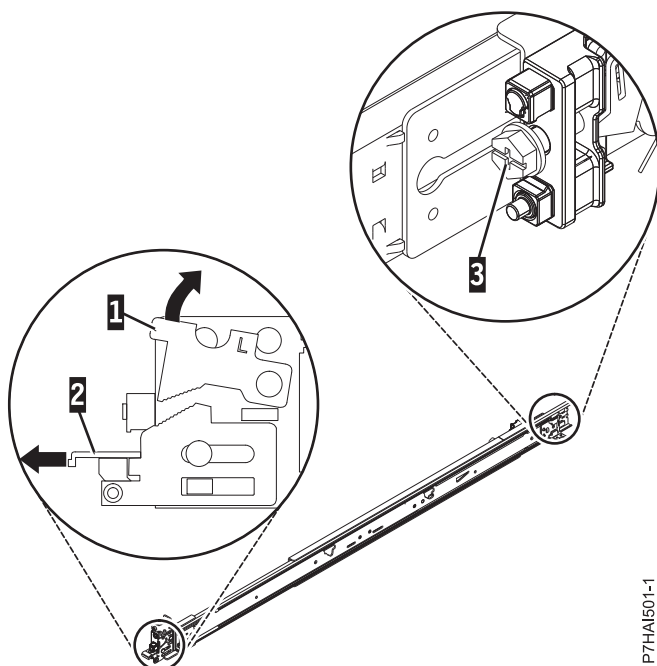

Figura 2. Abrindo a Trava Frontal e Removendo o Parafuso Traseiro
2. Empurre para cima a presilha de travamento (1) na parte frontal e retire a trava frontal (2) na parte frontal do trilho. Em seguida, remova o parafuso da parte traseira do trilho (3). Para obter detalhes, consulte Figura 2 na página 4.